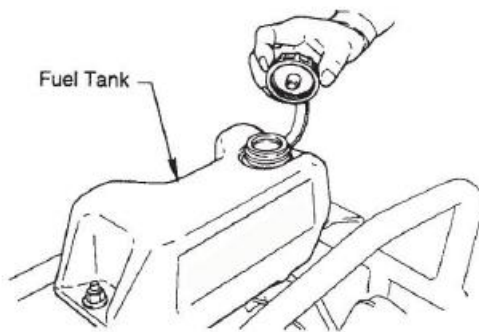

Рисунок 3 Топливный бак
1. Наполните топливный бак (Рисунок 3) неэтилированным бензином. В то же время, проверьте уровень масла в двигателе, и заведите привычку постоянно проверять и доливать масло.